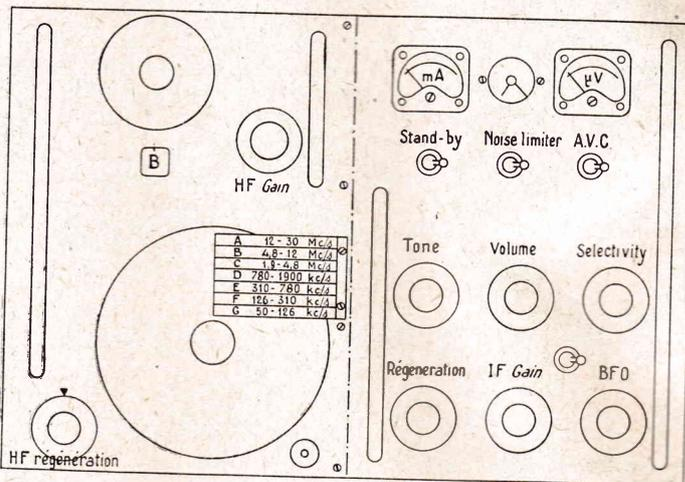

Fig. 1
Il s'agit certainement du meilleur récepteur de trafic que le marché des surplus (1) puisse offrir : malheureusement les manuels de service et fiches documentaires propres à ce récepteur sont introuvables. C'est pourquoi nous croyons être utile aux curieux d'abord, aux amateurs équipés d'un DST 100 ou à ceux qui désireraient s'en procurer un, en le présentant d'une manière détaillée. Son aspect extérieur est celui de la figure 1. Il se compose de deux châssis boulonnés côte à côte et amovibles séparément. Le châssis de gauche comporte le rotacteur et le changement de fréquence initial. Le châssis de droite comporte les circuits de moyenne fréquence, de basse fréquence et auxiliaires.